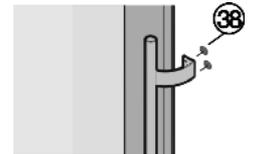

Fig. 35
- ▶ togliere la maniglia dall'imballaggio dell'imbottitura del coperchio e montare con 4 viti Fig. 35 (38) sul lato interno della porta.